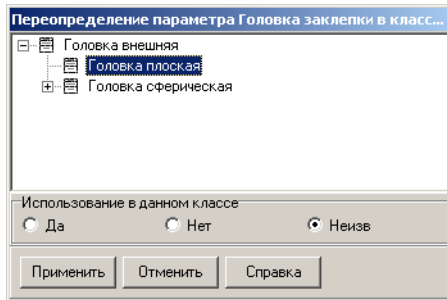

Рис. 4.131.
5. Дважды щелкните левой клавишей мыши по атрибуту *Головка заклепки*. Откроется окно переопределения параметра, в котором показан список допустимых типов атрибута (рис. 4.131).